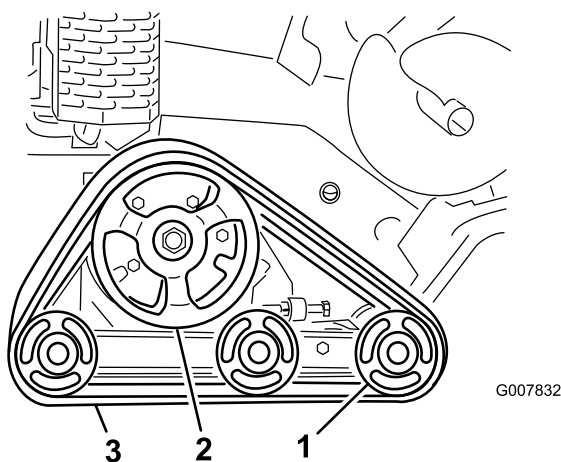

Figura 47
**Importante:** Assicuratevi di pulire a fondo le ruote non motrici e la ruota conduttrice (Figura 47).